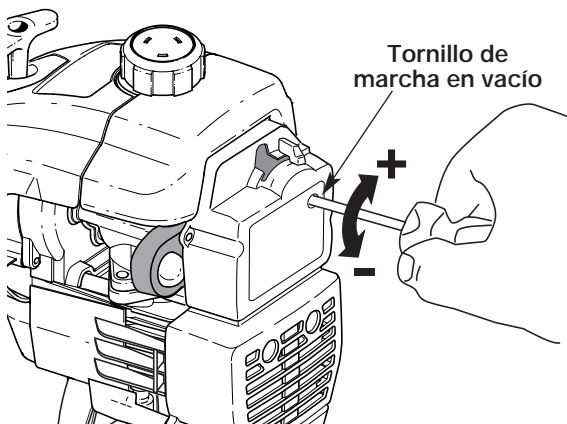

Fig. 30
La velocidad lenta del motor puede ser ajustada por la cubierta del silenciador / filtro de aire (Fig. 30).
2. Suelte el gatillo del regulador y deje que el motor funcione en marcha lenta. Si el motor se para, inserte un pequeño destornillador Phillips o de vástago plano en el orificio de la cubierta del silenciador / filtro de aire (Fig. 30). Gire el tornillo de marcha lenta en **sentido horario**, de a 1/8 de vuelta por vez (según sea necesario) hasta que el motor funciona en mínima.